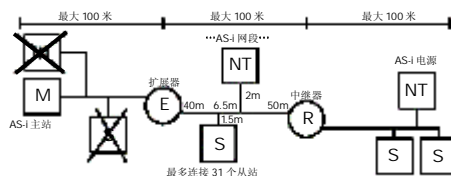

图 1：使用扩展器和中继器的网络结构
- AS-i 单独网段电缆的最大物理敷设长度是 100 米（参见图 1）；